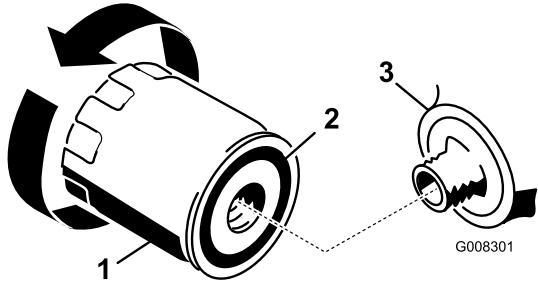

Bild 25
- Entfernen Sie den alten Ölfilter und wischen Sie die Dichtfläche am Anbaustutzen ab (Bild 25).
- Schmieren Sie die Gummidichtung am neuen Ölfilter (Bild 25) mit etwas Frischöl ein.
- Ziehen Sie den Filter um eine weitere 1/2 bis 3/4 Umdrehung (Bild 25).